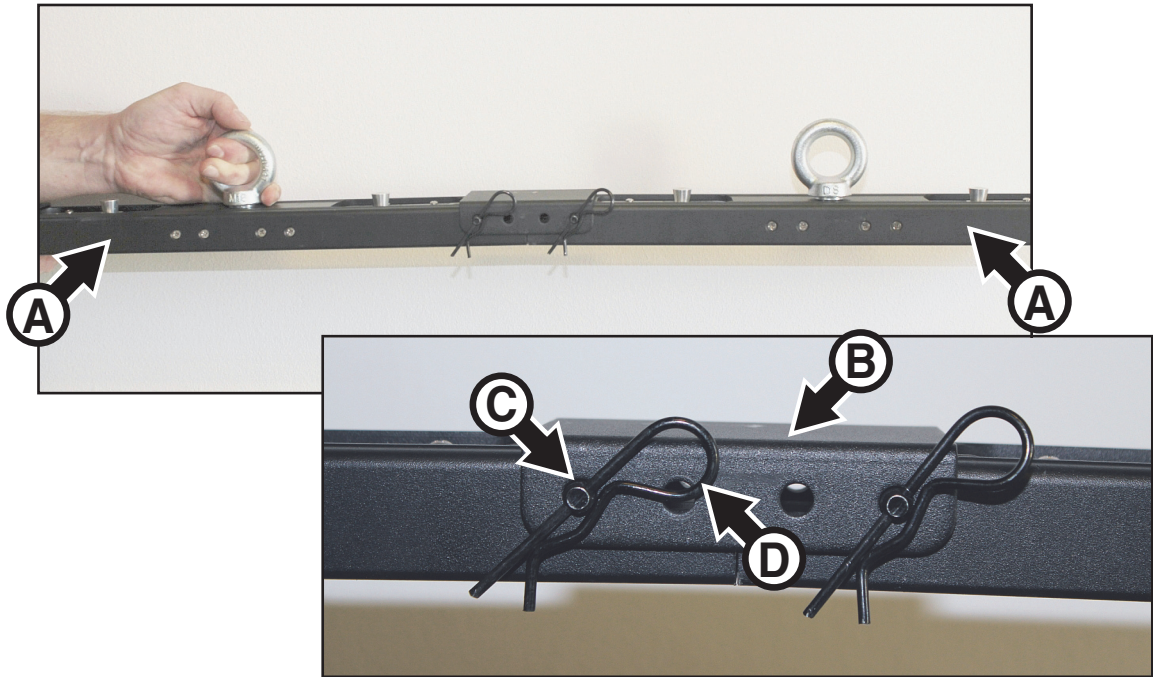

Bild 5: VDO Face, seitliche Anschlussplatten
1. Siehe Bild 5. Verbinden Sie zwei nebeneinander montierte Header **A** unmittelbar nach der Montage mit einer seitlichen Anschlussplatte **B**. Legen Sie die Anschlussplatte über die Enden der Header und schieben Sie die mitgelieferten Stifte **C** vollständig durch die Anschlussplatte und die Bohrungen des Headers.